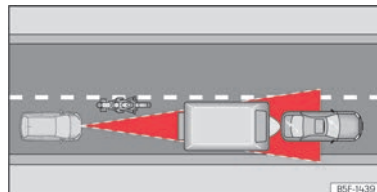

Abb. 140 Vorausfahrender Motorradfahrer außerhalb des Erfassungsbereichs des Radarsensors.
- Versetzt fahrende Fahrzeuge oder Fahrzeuge, die außerhalb des Erkennungsbereichs des Sensors fahren, z. B. Motorräder » » » **(Abb. 140)**.